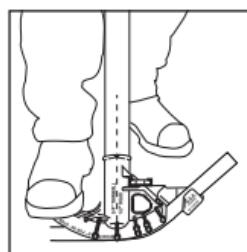

Figura 2
3. Coloque un pie sobre el pedal de la curvadora y aplique presión mientras tira del mango (mantenga presión en el tubo hasta que complete la curva). Consulte la figura 2.